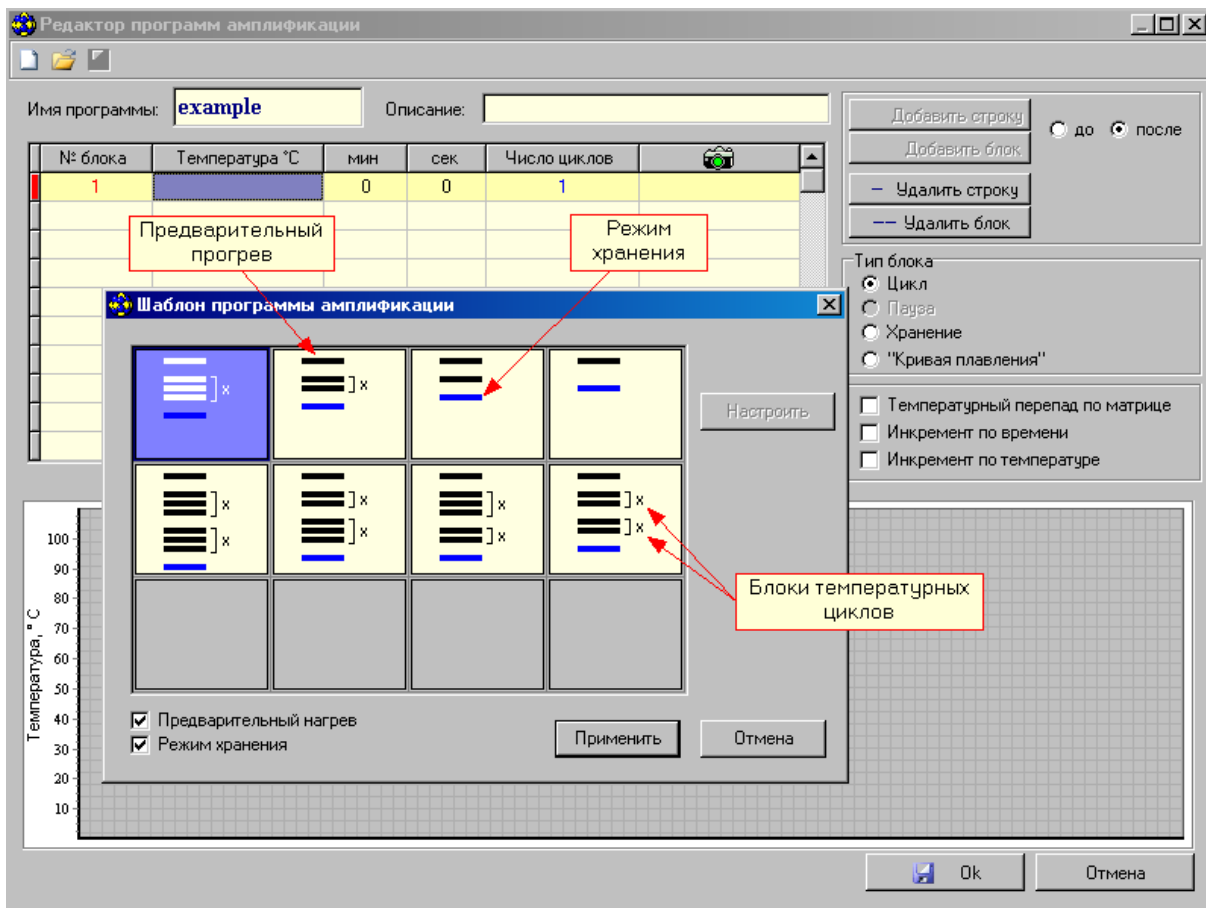

Рис.27. Создание программы амплификации с использованием шаблона.
2. Создать новую программу амплификации (кнопка ) , используя окно Шаблон программы амплификации (Рис.27).